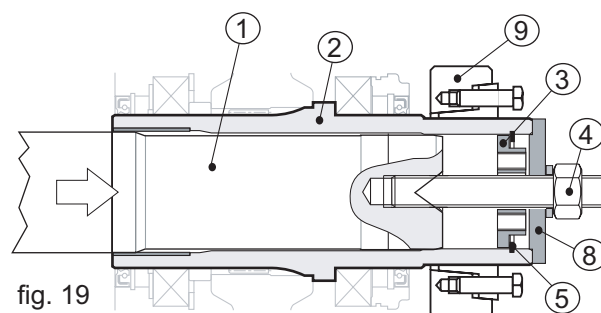

fig. 19
Quindi inserire nelle loro sedi prima il fondello (pos. 3), il seeger per interni (pos. 5) ed il fondello (pos. 8), a questo punto avvitando il dado della barra filettata si portano i due alberi a battuta tra di loro (vedi fig. 19).